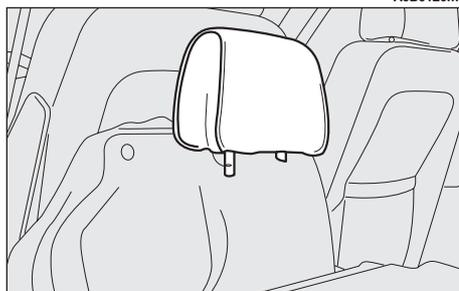

fig. 42
– Sfilare i poggiatesta laterali dai sedili posteriori ed inserirli nelle apposite sedi ricavate sui cuscini (fig. 42).